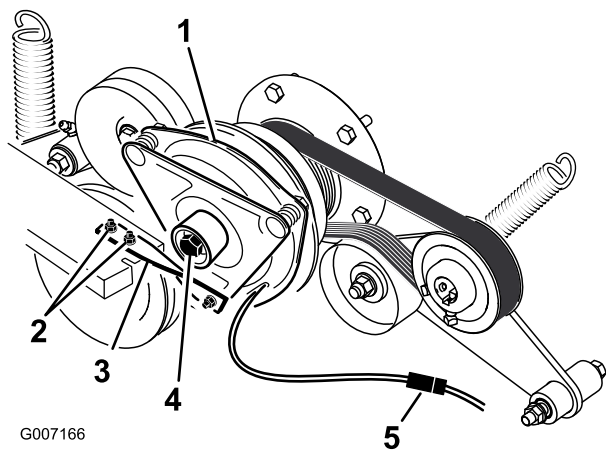

Figura 62
5. Desenchufe el conector eléctrico del embrague (Figura 62).
6. Retire los pernos que sujetan la correa de goma del embrague al bastidor del cortacésped (Figura 62).
7. Retire el perno central que sujeta el embrague al eje del motor, y retire el embrague y la chaveta (Figura 62).
14. Sujetando el cigüeñal en la parte trasera de la máquina, instale el perno central y apriételo a 68 Nm (Figura 62).
15. Instale la correa de goma del embrague al bastidor del cortacésped con los dos pernos y tuercas que se retiraron anteriormente (Figura 62).
17. Enchufe el conector eléctrico del embrague (Figura 62).